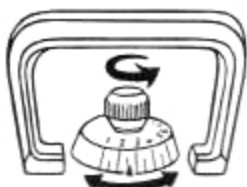

Fig. 9
Verstelbare knop op de regelaar losmaken door tegen de wijzers van de klok in te draaien en de schijf zo draaien tot de kleine zwarte pijl op het gewenste cijfer staat. Fig. 9.
De regelaar op het gewenste cijfer zetten (b. v. 4), zoals in fig. 9 en 10. Met de naaldenregelaar het gewenste aantal steken in werkstand naar voren schuiven. (fig. 13) Naaldenregelaar uit het naaldenbed nemen.
- **Regelaar voor de steekgrootte op cijfer 6, zoals in fig. 9 en 10.**